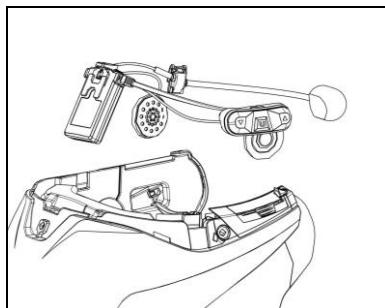

Fig. 7
- Plaats het systeem in de daarvoor bestemde zitting achteraan de helm, en druk het er helemaal in (Fig. 7).